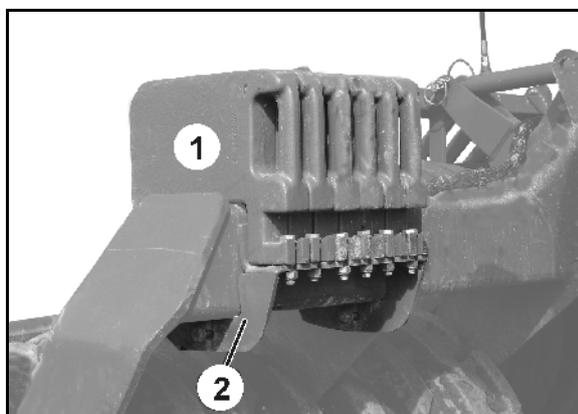

Fig. 29
- Fixez les lests supplémentaires (Fig. 29/1) et la tôle de support (Fig. 29/2) sur le tube du châssis avec deux vis par élément.